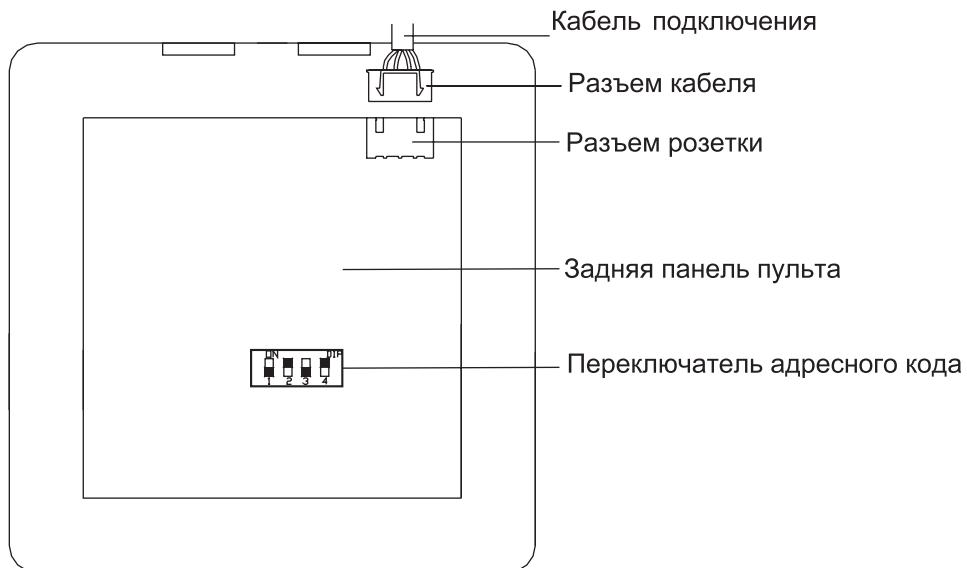

Рис. 14.2 – Подключение кабеля управления
- Соедините разъемы соединительного кабеля и пульта (см. рис. 14.2)